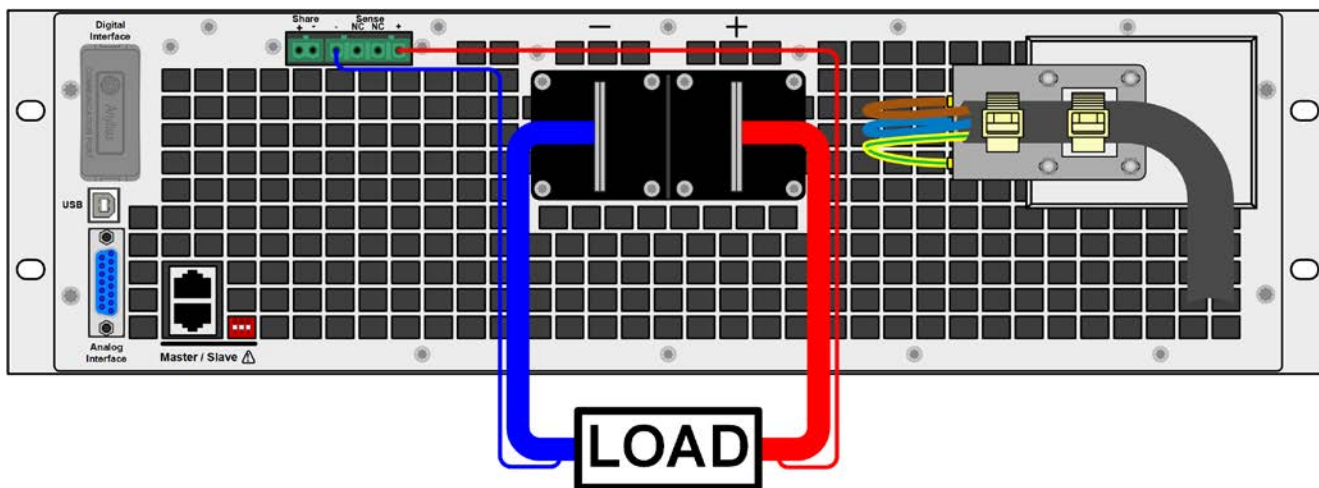

Figure 8 - Exemple de câblage pour la mesure à distance avec une charge en mode source (le mode récupérateur sera câblé pareil)
- *La mesure à distance est uniquement accessible en fonctionnement à tension constante (CV) et pour les autres modes de régulation l'entrée Sense doit être déconnectée, si possible, car la laisser connectée augmente généralement les oscillations*
- *Le câble Sense+ doit être relié au DC+ de la charge / source et Sense- au DC- de la charge / source, sinon l'entrée Sense peut être endommagée. Pour un exemple, voir Figure 8 ci-dessous.*